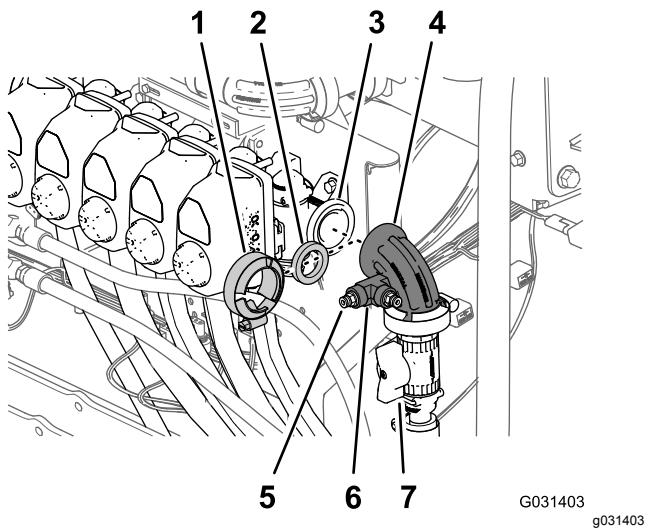

Figura 185
1. Alinee la junta y el codo de 90° del carrete de manguera a la brida de la válvula de boquilla 10 (Figura 185).
2. Sujete el codo y la junta a la válvula con una abrazadera para bridales y apriete la abrazadera con la mano (Figura 185).
3. Aplique una capa de sellador de PTFE a las roscas del acoplamiento del tubo e instale el acoplamiento del tubo en el acoplamiento en T, tal y como se muestra en Figura 185.